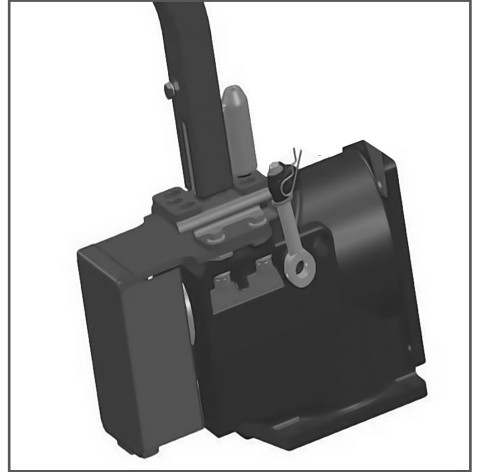

Рис. 11 Установка защитного кожуха
- Снимите рабочий кожух и установите защитный кожух (Рис. 11).